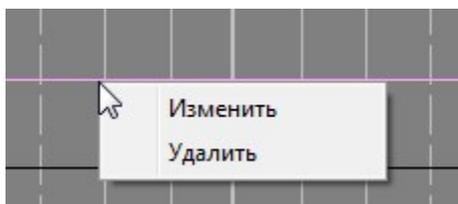

Рис.177. Всплывающее меню операций с предупреждениями.
5. Для изменения служебной информации о предупреждении подвести указатель «мыши» к предупреждению, дождаться появления всплывающего окна с информацией о предупреждении и нажать правую клавишу «мыши». Появится всплывающее меню операций с предупреждениями. Выбрать пункт меню «Изменить» (см. рис. 177).
1. Для отмены предупреждения подвести указатель «мыши» к предупреждению, дождаться появления всплывающего окна с информацией о предупреждении и нажать правую клавишу «мыши». Появится всплывающее меню операций с предупреждениями. Выбрать пункт меню «Изменить» (см. рис. 177).
1. Для удаления предупреждения подвести указатель «мыши» к предупреждению, дождаться появления всплывающего окна с информацией о предупреждении и нажать правую клавишу «мыши». Появится всплывающее меню операций с предупреждениями. Выбрать пункт меню «Удалить» (см. рис. 177).
Для изменения служебной информации о предупреждении подвести указатель «мыши» к предупреждению, дождаться появления всплывающего окна с информацией о предупреждении и нажать правую клавишу «мыши». Появится всплывающее меню операций с предупреждениями. Выбрать пункт меню «Изменить» (см. рис. 177) п. 5.14.3.